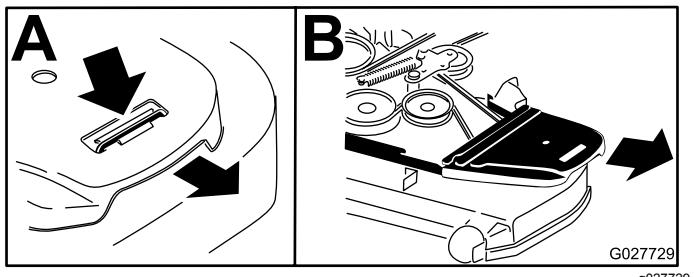

Bild 94
7. Entfernen Sie die Riemenabdeckung aus Kunststoff (Bild 94).
6. Entfernen Sie die Riemenabdeckungen (Bild 94).